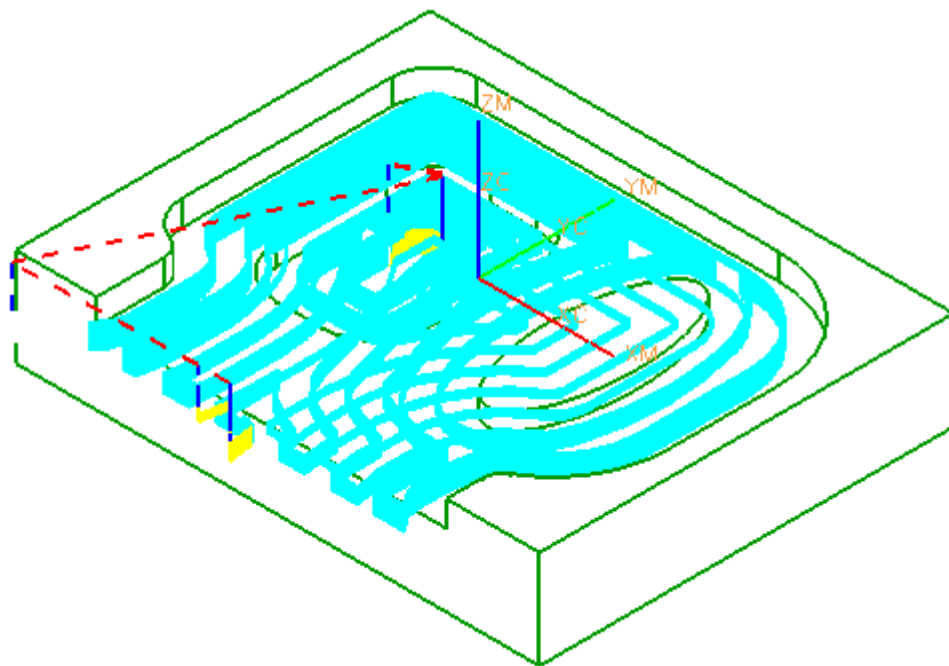

图 8-87
- 单击  生成刀轨，如图 8-87 所示，单击确认，完成操作创建。